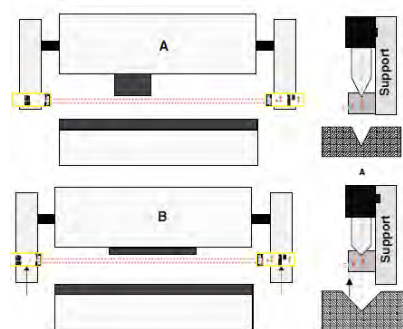

Fig 22/6
2. La **plaquette magnétique doit être fixée sur le coté droit de l'outil supérieur** avec la pointe de l'outil positionnée dans l'encoche de la plaquette (voir fig 22/2, 22/4). La pointe de l'outil étant affleurant avec le bord de la plaquette. Un réglage précis ne pourra être effectué qu'en utilisant cette plaquette.
Une fois la procédure de réglage du système AKAS terminée, la plaquette magnétique sera à positionner sur le coté droit de l'outil inférieur (matrice) de manière à couvrir le levé de la matrice (voir fig 22/5). La partie supérieure de la plaquette étant à ras de la surface de la matrice. Cette plaquette doit rester positionnée sur la matrice pendant tous les cycles de pliage.